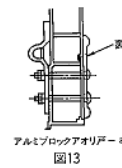

図13
- インナーカバーまで通してボルト締めして下さい(図13参照)。